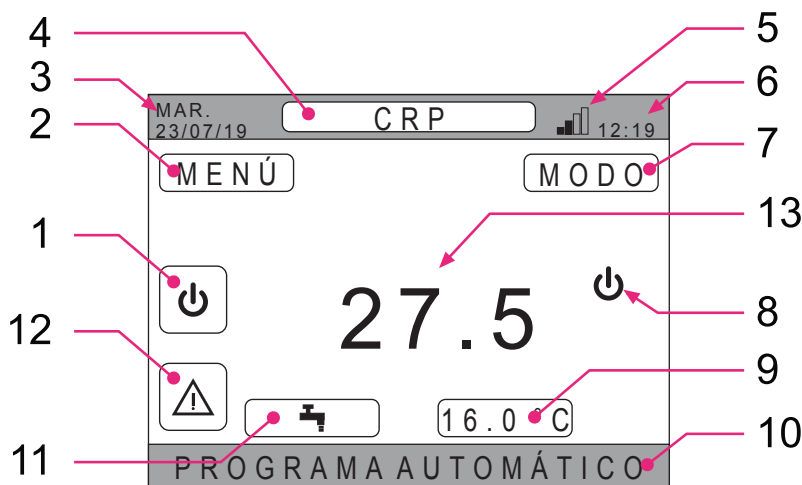

fig. 21 - Pantalla principal
Pulsando la tecla ✓ en el área activa “Sistema” (ref. 1 - fig. 21), se accede al menú desde el cual se puede modificar el estado de funcionamiento del sistema y activar o desactivar la función “Producción de agua caliente sanitaria” (menú ACS).
Pulsando la tecla ✓ en el área activa “MENÚ” (ref. 2 - fig. 21), es posible visualizar información del sistema y modificar algunos ajustes.
Pulsando varias veces la tecla ✓ en el área activa “Zona seleccionada/Cambio de zona” (ref. 4 - fig. 21), es posible desplazarse hasta la zona que se desea monitorizar o cuyos ajustes se desean modificar. El paso de una zona a otra se produce de forma cíclica entre todas las zonas configuradas.
Pulsando la tecla ✓ en el área activa “Consigna ambiente” (ref. 9 - fig. 21), es posible modificar el valor de consigna de la temperatura ambiente de la zona seleccionada.